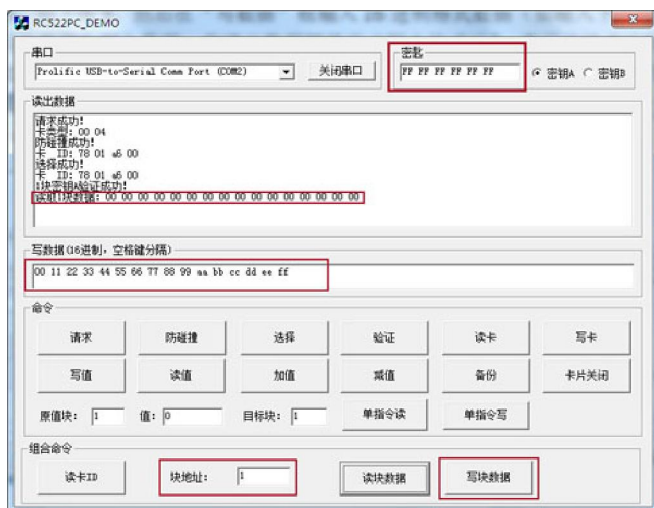
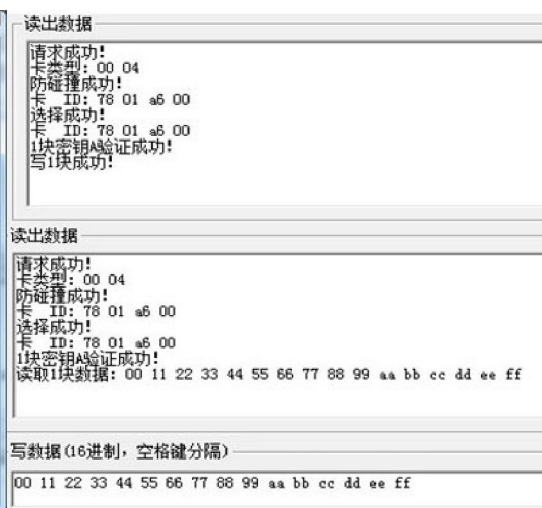

图 9
图 10
②、点击“读块数据”功能等同于依次点击“请求”－“防碰撞”－“选择”－“验证”－“读卡”。
2、写块数据方法：在串口已打开的情况下，块地址框输入 1，点击“读块数据”可以见到块 1 数据为 0，如下图 9。然后在“写数据”框输入 16 进制格式数据（如输入下图内容），接着点击“写块数据”写入数据，在读出数据框显示“写 1 块成功”，表示已经成功写入，最后我们再读取块 1 的数据，可以看到刚才输入的 16 进制数据已经被写进了块 1，如图 10。